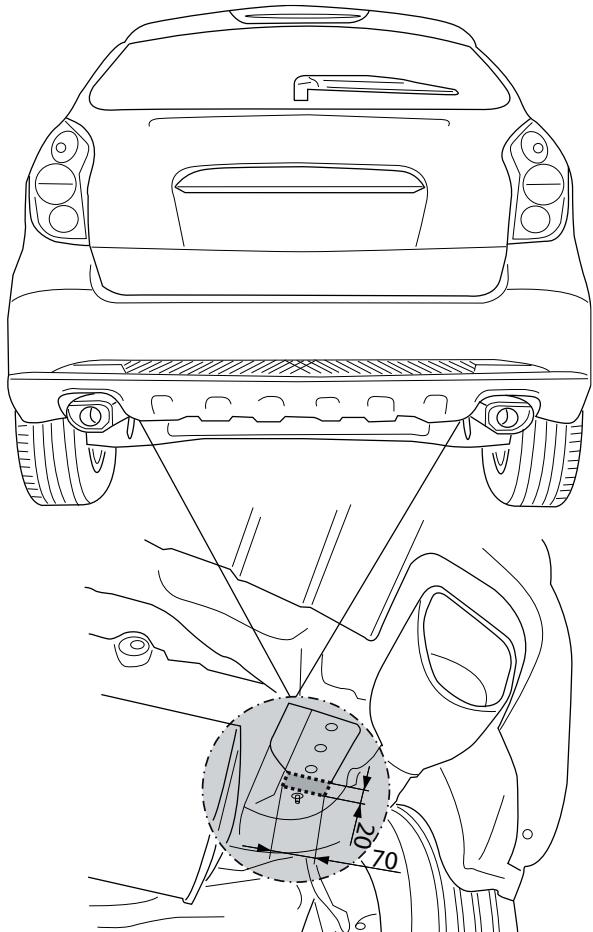

Fig. 1
3. Saw a portion out of the heat shield as shown in figure 1.
3. Gemäß der Abbildung 1 ein Stück aus dem Hitzeschild sägen.
3. Découper un morceau du bouclier thermique conformément à la figure 1